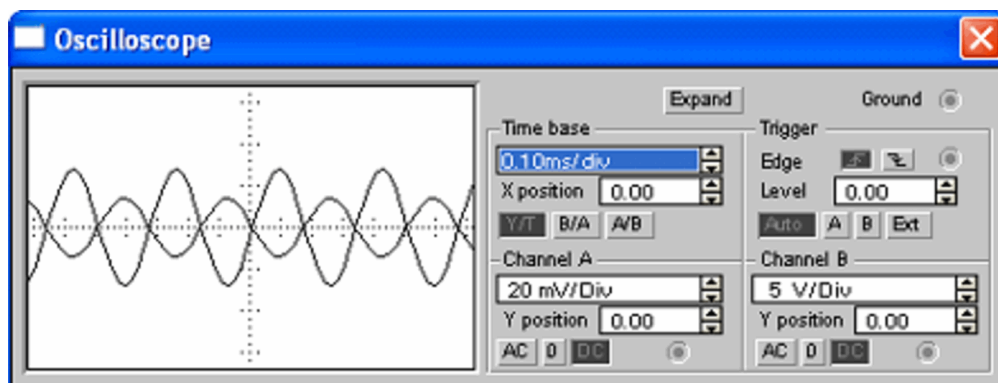

Рисунок 13 – Осциллограммы входного и выходного сигналов.
8. Развернуть и настроить осциллограф, изменяя чувствительность и длительность развертки. На экране можно наблюдать входной и выходной сигналы (см. рисунок 13)